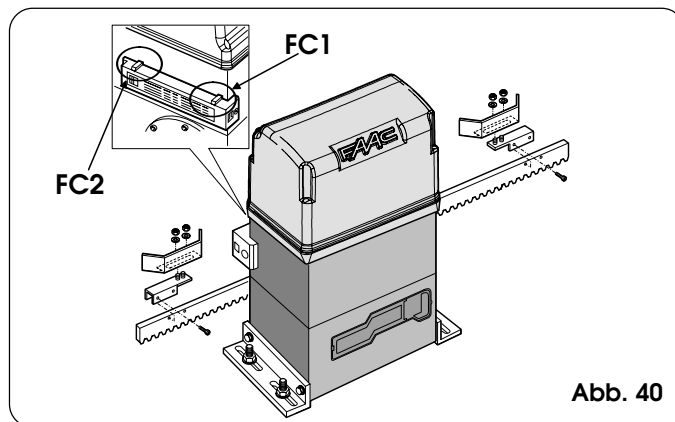

Abb. 40
- 1) Den Endschalter montieren. Dabei ist das Feinblech mit Bezug auf die Gewindebolzen der Halterung zu zentrieren. (Abb. 40)